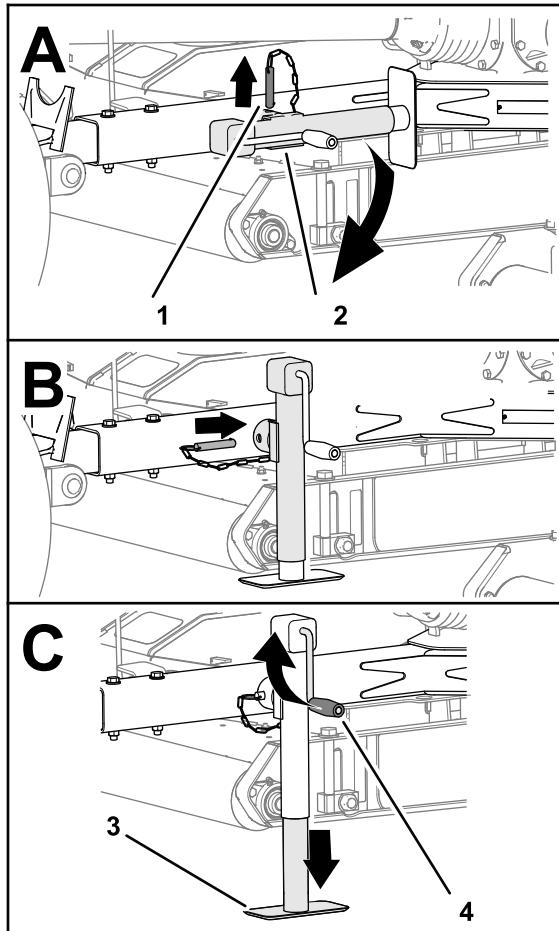

Рисунок 23
- Извлеките штифт и поверните домкрат буксировочной штанги вертикально (Рисунок 23).
4. Совместите отверстие в буксировочной штанге с отверстием в домкрате (Рисунок 23).
5. Вставьте штифт в отверстия буксировочной штанги и домкрата (Рисунок 23).
2. Вращайте рукоятку домкрата так, чтобы полностью поднять опорную плиту домкрата; см. Рисунок 23 в разделе Использование домкрата буксировочной штанги \(страница 18\).